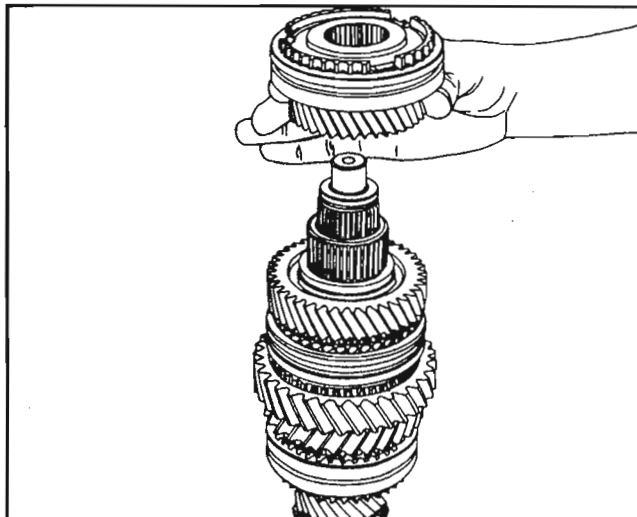

Fig. 66
Instale el conjunto del piñón de la 3ª velocidad (23) junto con el cojinete de agujas (24) y el piñón de engrane de 3ª/4ª (22) en el eje primario, con el piñón de engrane arriba. *Fig. 66*